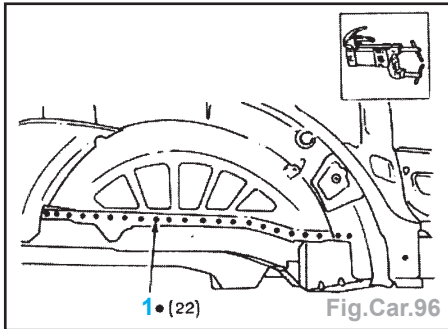

Fig.Car.96
- en remplissage (1) dans les trous (Fig. Car.96),